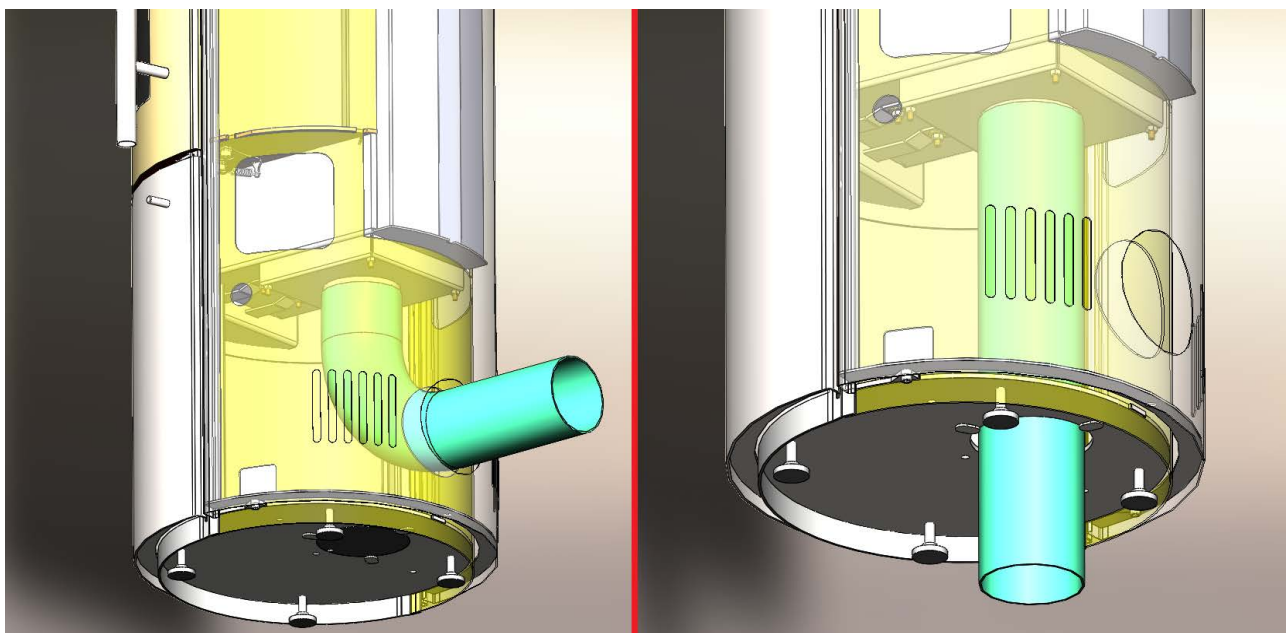

Abbildung 4 Anschluss für Außenluft an der Rückseite / am Boden
5. Abbildung 4 Anschluss für Außenluft an der Rückseite / am Boden	Seite 6